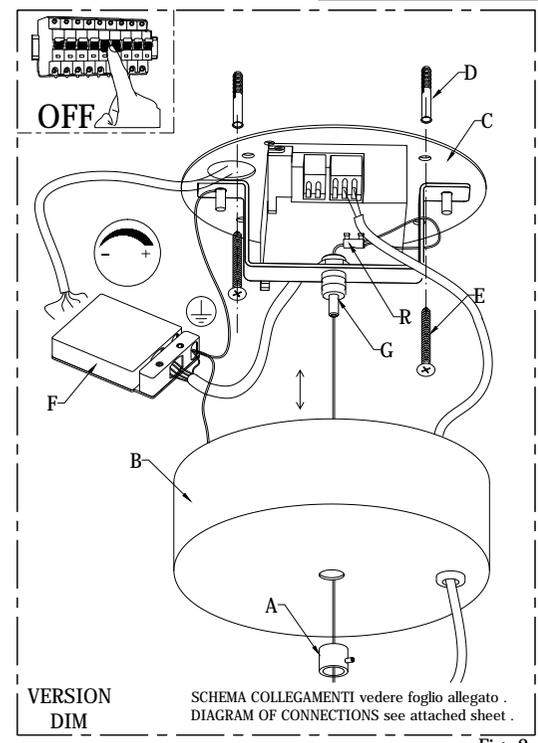

Fig. 2
- VERSIONE DIMMERABILE collegare i cavi all'interno della scatola (F) rispettando la polarità indicata (Fig. 2).
DIMMABLE VERSION Connect the network cable into the terminal (F) according to the polarity. (Fig.2)